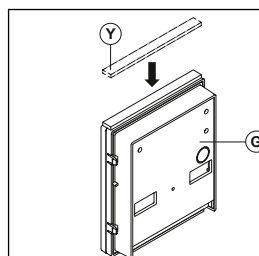

Fig. 5
Appliquer le joint adhésif (Y) comme illustré sur la **Fig. 5**.